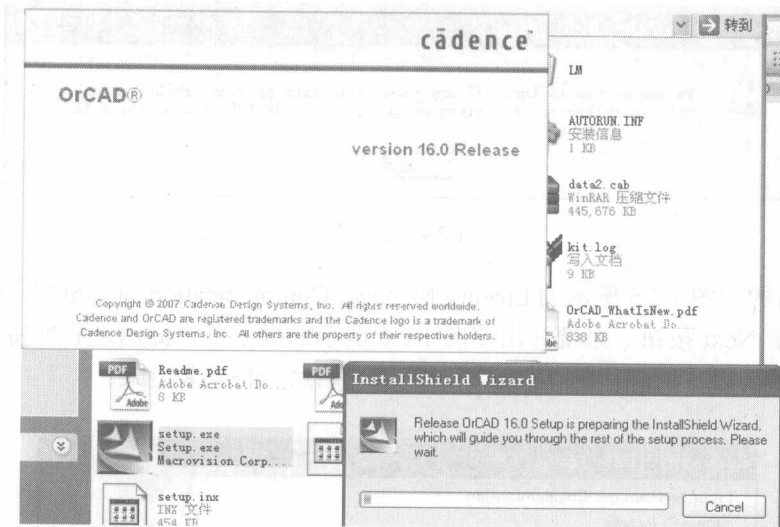
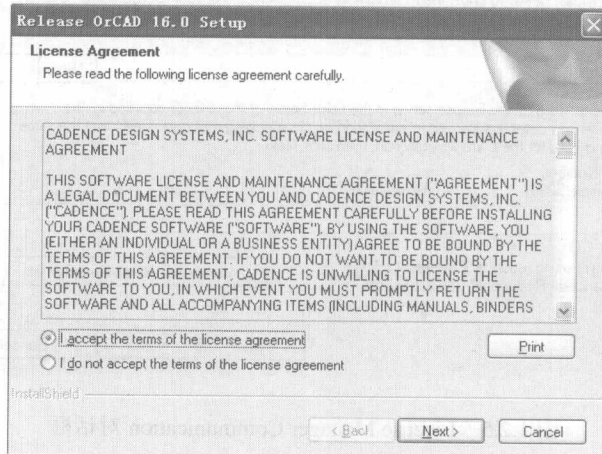

图 1.2.1 步骤 1 界面
图 1.2.2 许可证书认证界面
(1) 打开光盘,双击“setup.exe”文件,程序弹出如图 1.2.1 所示界面。之后,出现许可协议认证界面,如图 1.2.2 所示。
(2) 在图 1.2.2 中选择“I accept the terms of the license agreement”,单击 Next 按钮,系统正式开始安装程序。